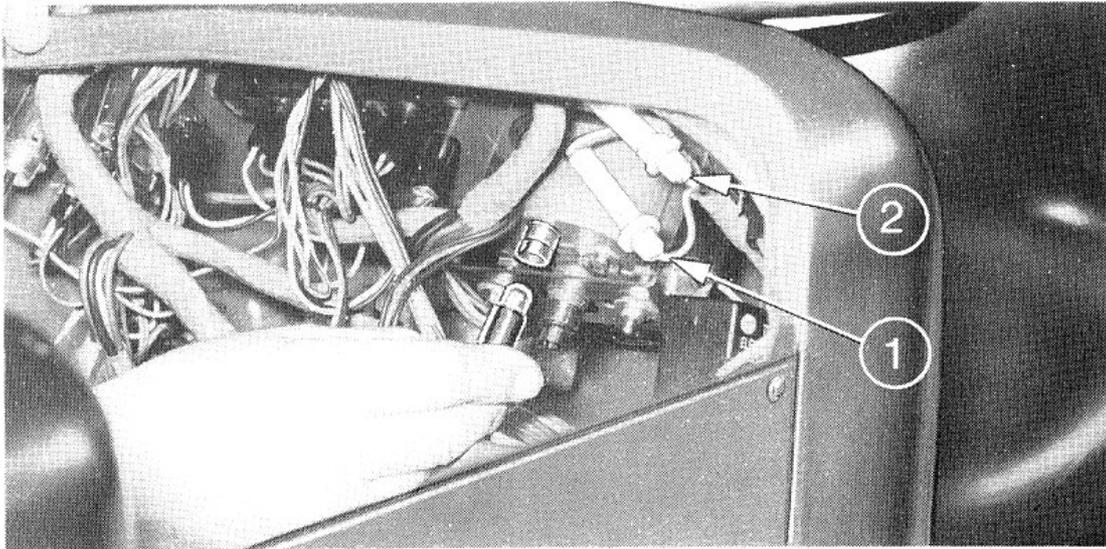

FIG. 40
3. (Figs. 40 et 41). Tirer l'ampoule défectueuse et son support de l'instrument et retirer l'ampoule.
Fusibles en ligne (Fig. 40)
L'allume-cigares, le phare de travail, et les feux de détresse sont protégés par un fusible en ligne qui est situé derrière le tableau de bord et qui est accessible en déposant la trappe d'accès à la batterie (2, Fig. 40). Pour remplacer un fusible, maintenir une extrémité du porte-fusible, pousser et tourner l'autre extrémité, puis retirer le fusible.
Le circuit de l'avertisseur est aussi protégé par un fusible en ligne et est situé à côté du fusible mentionné ci-dessus (1, Fig. 40).